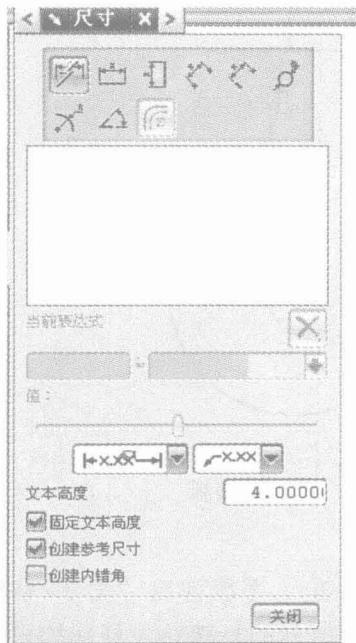

图 1-15 草图尺寸对话框
(14) 单击“特征”工具栏上的【尺寸标注】按钮，系统弹出“尺寸”对话框，单击“草图尺寸对话框”按钮，选中“创建参考尺寸”，如图 1-15 所示。单击【关闭】按钮。